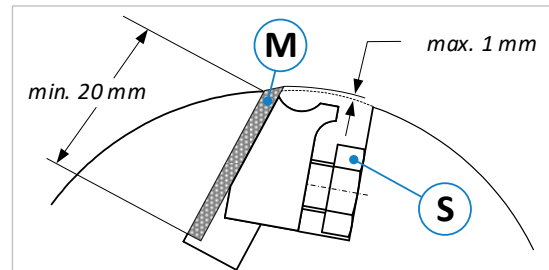

Abbildung 52: Keilleistenmesserwelle
- Die Hobelmesser (**M**) dürfen nur so weit nachgeschliffen werden, dass bei einem Messerüberstand von max. 1 mm eine Mindesteinspannlänge von 20 mm eingehalten werden kann (siehe ⇒ Abbildung 52).
- Mit einem Schmalschlitz-Gabelschlüssel SW17 alle Schrauben (**S**) der Reihe nach lösen und stumpfe Messer (**M**) herausnehmen (siehe Abbildung 52).